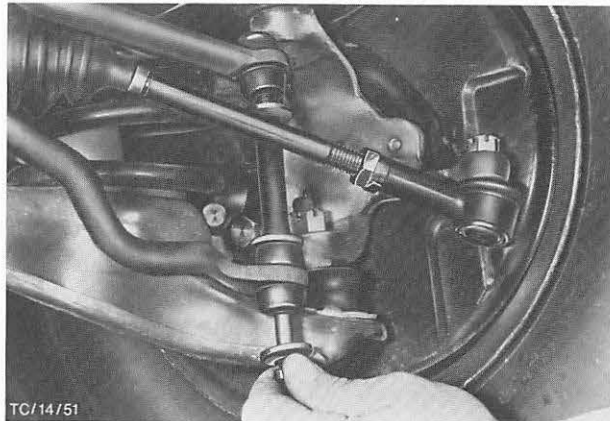

Abb. 44 Verbindungsgestänge lösen
2. Muttern abschrauben und Verbindungsgestänge vom Stabilisator trennen. Abb. 44.